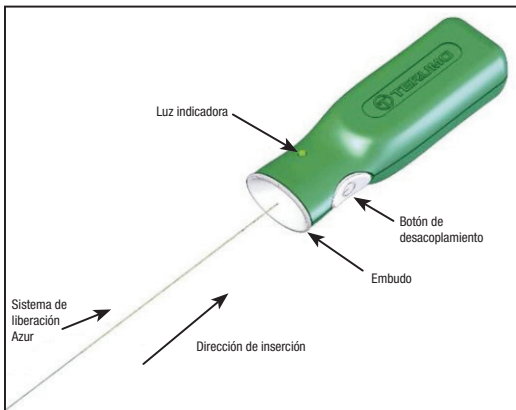

Figura 4. Controlador de desacoplamiento Azur
12. Abra la bolsa del tapón vascular Azur y saque el aro dispensador. Antes de utilizar el dispositivo, retire la cuña del aro del dispensador. Manteniendo el implante de tapón vascular y el introductor Azur en su sitio, saque el impulsor del aro dispensador, de forma que el extremo proximal del sistema de liberación quede expuesto. Tenga cuidado de no contaminar este extremo del sistema de liberación con sustancias extrañas, como sangre o medio de contraste. Inserte con firmeza el extremo proximal del sistema de liberación en la sección de embudo del controlador de desacoplamiento Azur. Consulte la figura 4. **No pulse el botón de desacoplamiento en este momento.**
31. Conecte el extremo proximal del sistema de liberación al controlador de desacoplamiento Azul; para ello, introduzca con firmeza el extremo proximal del sistema de liberación en la sección de embudo del controlador de desacoplamiento Azul. Consulte la figura 4.